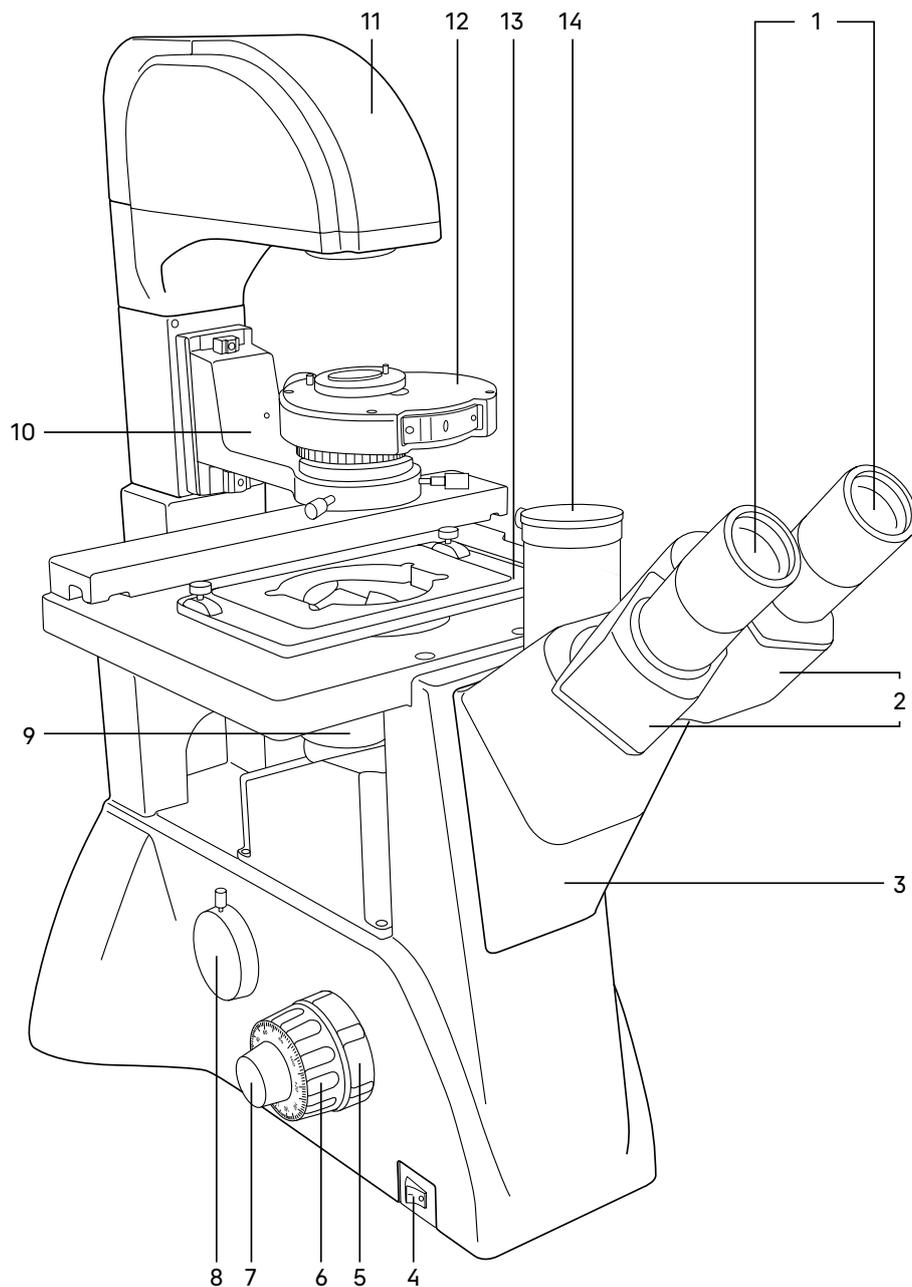
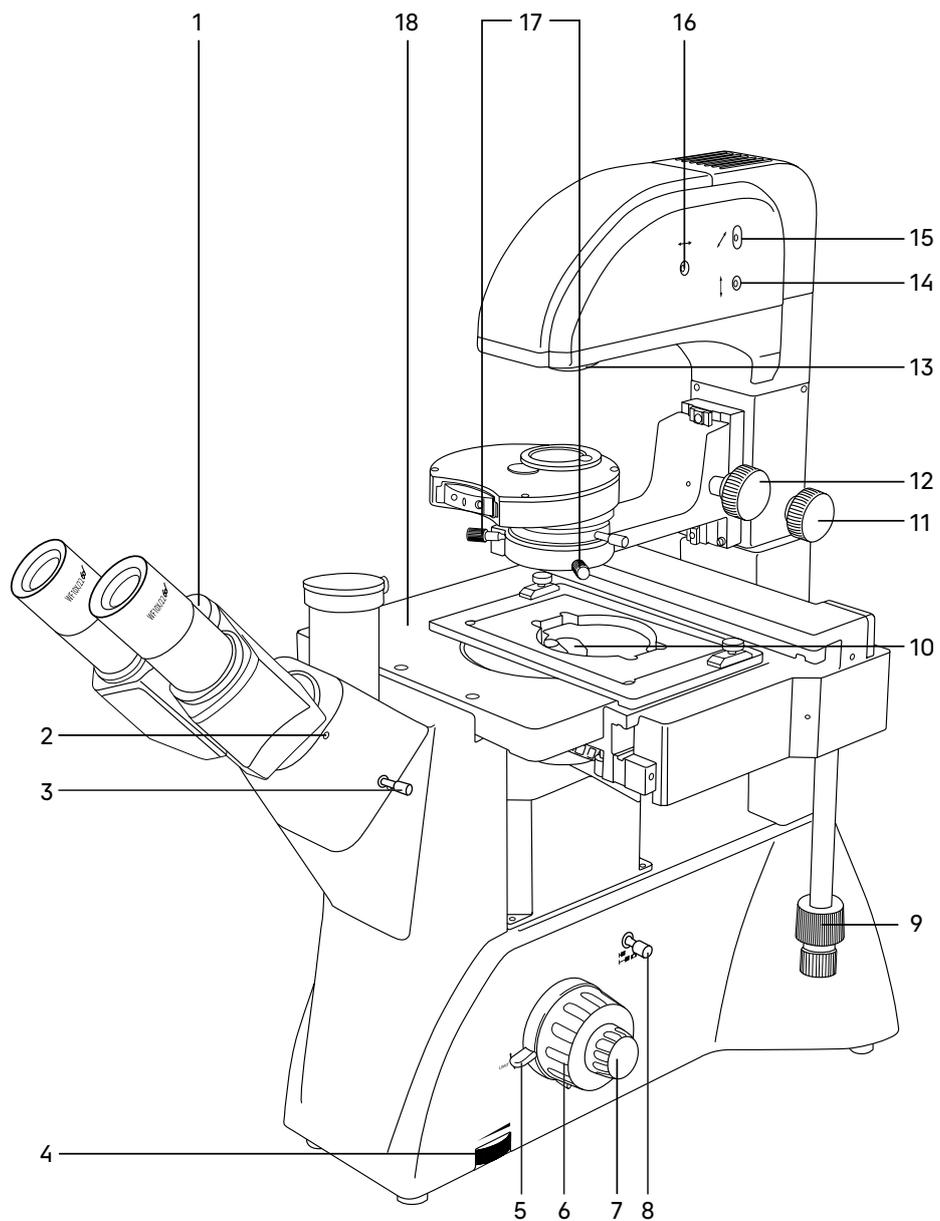

Рис. 1. Микроскоп MAGUS Bio V350. Вид слева
Рис. 2. Микроскоп MAGUS Bio V350. Вид справа
Общий вид микроскопа представлен на рис. 1 и 2.
Штатив имеет устойчивую эргономичную конструкцию. На штативе 3 (рис. 1) микроскопа закреплены:
- револьвер 9 (рис. 1) с объективами;
- предметный столик 18 (рис. 2);
- кронштейн конденсора 10 (рис. 1);
- осветитель 11 (рис. 1);
- визуальная насадка 2 (рис. 1).
На левой боковой поверхности штатива расположен выключатель 4 (рис. 1) сетевого напряжения. В положении «→» включается, а в положении «0» выключается сетевое напряжение.
На правой боковой поверхности штатива расположен диск 4 (рис. 2) для регулировки напряжения питания источника света.
На левой боковой поверхности штатива расположен канал визуализации 8 (рис. 1) для установки камеры. Микроскоп укомплектован адаптером C-mount 1x, который устанавливается в этот канал и закрепляется в нем винтом. На адаптер устанавливается камера. Камера служит для вывода изображения на экран компьютера или монитор/телевизор.
Фокусировка на объект осуществляется перемещением по высоте револьверного устройства с объективами. Грубая фокусировка производится вращением коаксиальных рукояток 6 (рис. 1, 2), расположенных по обеим сторонам штатива.
Тонкая фокусировка производится вращением рукояток 7 (рис. 1, 2), расположенных по обеим сторонам штатива. Тонкая фокусировка требуется для более точного фокусирования на объект и для подфокусировки микроскопа на резкость изображения при смене объективов и препаратов.
Механизм регулировки жесткости хода грубой фокусировки 5 (рис. 1) – кольцо между штативом и рукояткой грубой фокусировки с левой стороны. С помощью кольца регулируется жесткость хода грубой фокусировки так, чтобы жесткость была комфортной для пользователя, но при этом револьвер с объективами не опускался самопроизвольно во время работы.
Рукоятка блокировки грубой фокусировки 5 (рис. 2) расположена с правой стороны. После завершения грубой фокусировки рекомендуется перевести рычаг в крайнее положение в направлении по часовой стрелке. Таким образом закрепится положение грубой фокусировки для быстрой рефокусировки после смены препарата. Цена деления тонкой фокусировки – 2 мкм.
Тринокулярная визуальная насадка обеспечивает визуальное наблюдение изображения объекта. Насадка устанавливается в отверстие штатива 3 (рис. 1) и закрепляется винтом 2 (рис. 2). Насадку при установке повернуть тубусами 2 (рис. 1) вверх или вниз для удобства наблюдения в зависимости от роста пользователя.
Изменение межзрачкового расстояния в насадке осуществляется разворотом окулярных тубусов 2 (рис. 1) в пределах 48–75 мм. Значение расстояния, установленного в соответствии с глазной базой наблюдателя, отсчитывается по шкале 1 (рис. 2) на насадке.
В вертикальный тубус 14 (рис. 1) корпуса визуальной насадки (канал визуализации) с помощью переходника C-mount устанавливается система визуализации с монитором. Переключение светового потока на вертикальный тубус производится рукояткой 3 (рис. 2). Рукоятка имеет два положения: 100/0 и 50/50.
В комплект микроскопа входят окуляры 1 (рис. 1). Окуляры имеют высокое положение выходного зрачка и предназначены для работы как в очках, так и без них.
Револьверное устройство 9 (рис. 1) обеспечивает установку пяти объективов. Смена объективов производится вращением револьверного устройства за конусную рифленую поверхность до фиксированного положения.
Объективы 10 (рис. 2) рассчитаны на механическую длину тубуса «бесконечность». Парфокальная высота объективов составляет 45 мм, линейное поле зрения в плоскости изображения – 22 мм. Объективы длиннофокусные, рассчитаны на посуду с толщиной дна 1,2 мм.
Осветитель 11 (рис. 1) неподвижно закреплен на штативе микроскопа. Источник света – галогенная лампа 12 В/30 Вт юстируется относительно оптической оси и линзы коллектора тремя винтами 14, 15, 16 (рис. 2). В осветителе закреплен коллектор с полевой диафрагмой, которая регулируется в зависимости от увеличения объектива, введенного в оптическую ось.
Важная часть осветительной системы – конденсорное устройство. Кронштейн конденсора 10 (рис. 1) закреплен на штативе. Перемещение осуществляется ручкой 12 (рис. 2). В кронштейн установлено конденсорное устройство 12 (рис. 1). Тип крепления «под винт». Конденсор может быть использован для наблюдения по методу светлого поля и фазового контраста. Во вращающемся диске находятся кольцевые диафрагмы для работы с фазовыми объективами 10x, 20x, 40x и свободное отверстие для пропускания всего пучка света. Смена кольцевых диафрагм производится вращением диска за накатанную часть до фиксации. В окне кожуха конденсора появляется цифра, соответствующая увеличению применяемого фазового объектива, цифра «0» соответствует свободному отверстию. Под вращающимся диском расположена ирисовая диафрагма, которая позволяет настроить определенную апертуру для работы с объективами светлого поля. Для достижения большей контрастности можно воспользоваться светофильтрами, входящими в комплект микроскопа. Светофильтры устанавливаются в откидную оправу конденсора.
Центрировка конденсора в оптической оси осуществляется винтами 17 (рис. 2).
При работе с высокой посудой конденсорное устройство можно вывести из оптической оси. Ручка 11 (рис. 2) служит для фиксации устройства.
Предметный столик 18 (рис. 2) закреплен неподвижно на штативе. К столику прикреплено устройство, которое обеспечивает перемещение объекта в двух взаимно перпендикулярных направлениях. Перемещение осуществляется с помощью рукояток 9 (рис. 2), расположенных на одной оси.